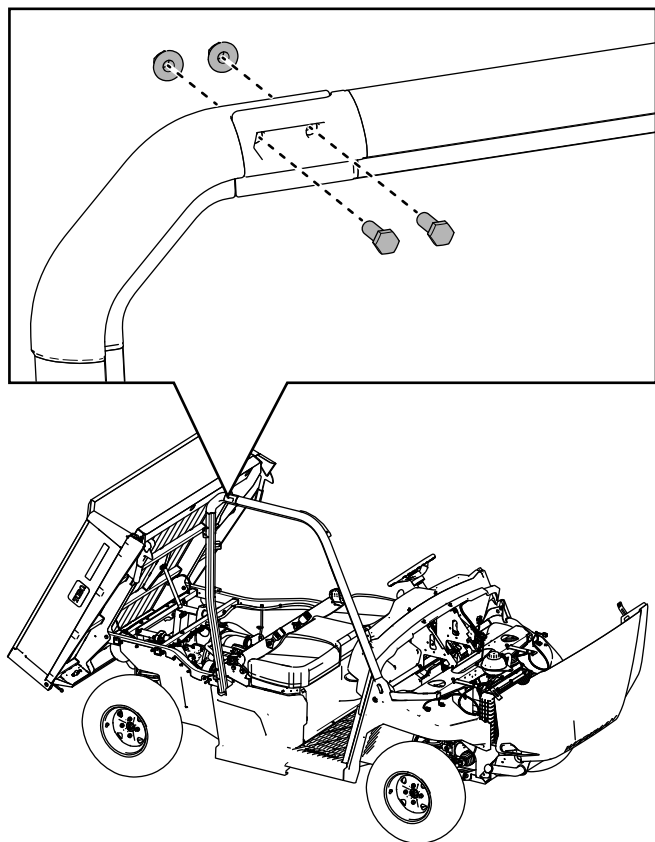

Figura 14
8. Fissate senza serrare il gruppo barra rotazione anteriore di destra al gruppo barra rotazione posteriore di destra con 2 bulloni a testa esagonale ($\frac{3}{8}$ " x $1\frac{1}{4}$ ") e 2 dadi di bloccaggio ($\frac{3}{8}$ ") come illustrato nella Figura 14.